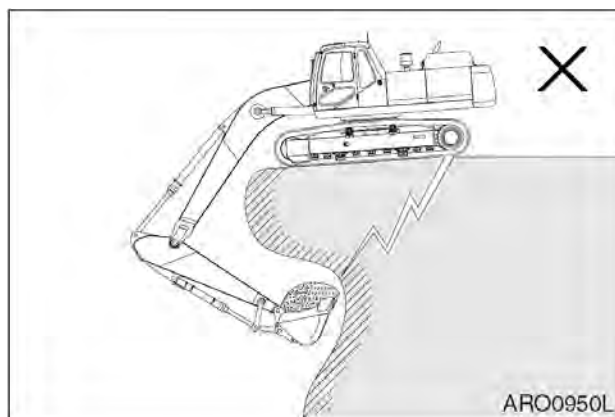

Рис. 58
10. НЕ ПРОВОДИТЬ экскаваторные работы под машиной. См. рис. 58.